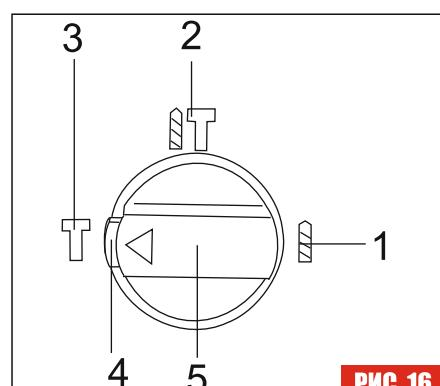

РИС.16
3. Произведите перемещение переключателя Рис. 16, 17. п.5 по часовой/ против часовой стрелки, нажав на фиксатор переключения Рис. 16, 17. п. 4, для выбора соответствующего режима работы перфоратора.
4. Передвинув переключатель режимов в нужное положение, отпустите фиксатор переключения Рис. 16, 17. п. 4, для фиксации переключателя режимов в нужном положении до щелчка.
1. Рис. 16,17. п. 1 - Режим "Сверление", применяется для производства отверстий сверлом по металлу или по дереву (через ключевой адаптер-насадку). См. п. "Установка насадки-адаптера ключевого патрона"
2. Рис. 16, 17. п.2 - Режим "Сверление + Удар", применяется для производства отверстий в железобетонных конструкциях сверлом по металлу, через ключевой адаптер-насадку или SDS-Plus насадками, устанавливаемыми непосредственно в SDS-Plus патрон.
3. Рис. 16,17. п.3 - Режим "Удар". Применяется с SDS-насадками для долбления бетонных/железобетонных стен и конструкций.